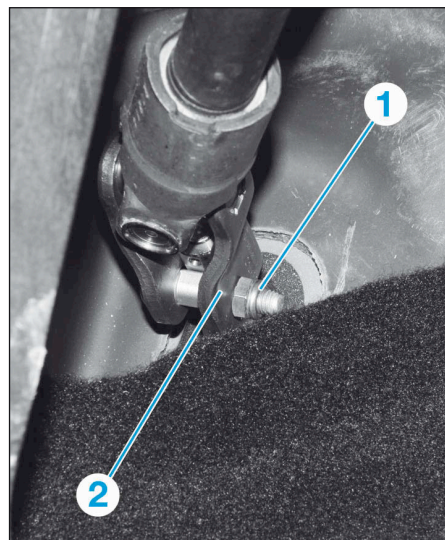

FIG.6
- Déposer le boulon (1) du cardan (2) sur le boîtier de direction (Fig.6).
- Dans l'habitacle, déposer le boulon (1) du cardan (2) et le dégager du boîtier de direction (Fig.6).
- Remplacer les outils [1] par les vis avant de berceau (7) et les serrer.
- Remplacer systématiquement le boulon (1) du cardan (2) et immobiliser l'écrou du boulon (1) dans son logement usiné dans le cardan (2) (Fig.6).